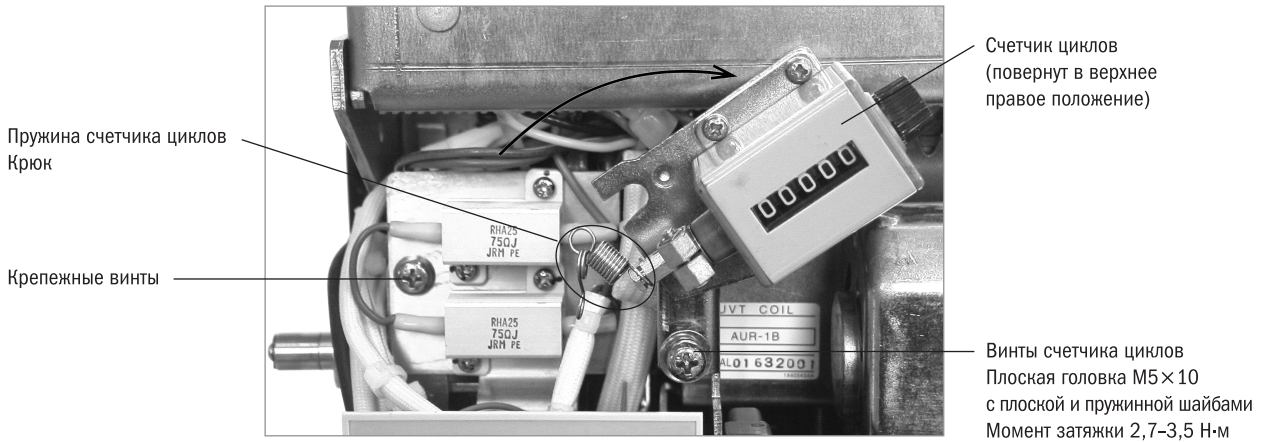

Рисунок 55. Отсоединение счетчика циклов
- 4) Если ВА оснащен счетчиком циклов, отсоедините крючок, расположенный под пружиной счетчика циклов, проверните монтажные винты счетчика циклов два или три раза, с тем чтобы ослабить их (но не извлекайте их). Затем отсоедините счетчик циклов в направлении вверх вправо. Смотри рисунок 55.